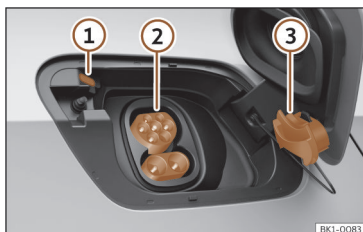

Fig. 9 Por trás da tampa da tomada de carregamento da bateria na parte dianteira esquerda: tomada de carregamento.
>>> **Fig. 9**
- Retire a capa de proteção e encaixe-a no engate >>> **Fig. 9 ③**
- Ligue o conector de carregamento da estação de carregamento à tomada de carregamento >>> **Fig. 9 ②**
O LED (indicador do processo de carregamento) da tomada de carregamento pisca e emite cintilações brancas >>> **Fig. 9 ①** >>> Página 13
O indicador do processo de carregamento da tomada de carregamento pisca a verde >>> **Fig. 9 ①**.
- Pressione o botão de função **STOP** no ecrã do sistema de infotainment. O indicador do processo de carregamento situado junto da tomada de carregamento acende a branco >>> **Fig. 9 ①**. O conector de carregamento está desbloqueado.
- Encaixe a capa de proteção na ligação inferior da tomada de carregamento. >>> Fig. 9(3)